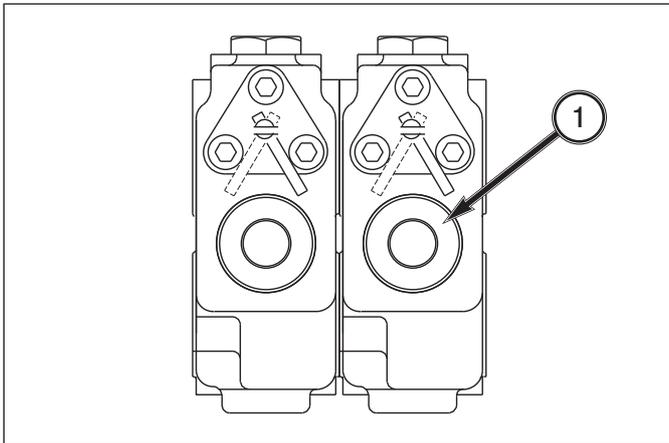

FIG. 5-43
**FIG. 5-43:** La plupart des équipements demandent un système hydraulique à double action. Chaque vérin d'un équipement est raccordé à deux flexibles. Quand un fonctionnement à une action est requis (vérin avec un seul flexible), le raccord supérieur est utilisé et le sélecteur de fonction 1 doit être tourné vers la gauche. Le sélecteur de fonction se trouve à l'arrière droite du tracteur, à l'arrière des prises des vannes.